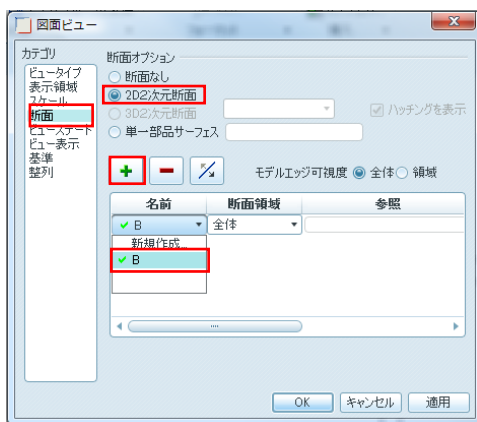

図 10-42 断面ビュー設定
5) 図面ビューボックス左側の「カテゴリ」の設定の「断面」を選択すると図 10-42 のようにボックス右側に「断面オプション」が表示されるので、「2D 次元断面」、「断面追加」 をクリックして、先ほどに作成をした断面設定ファイルに「B」 を選択する。断面領域を「全体」として、「適用」をクリックして「閉じる」。